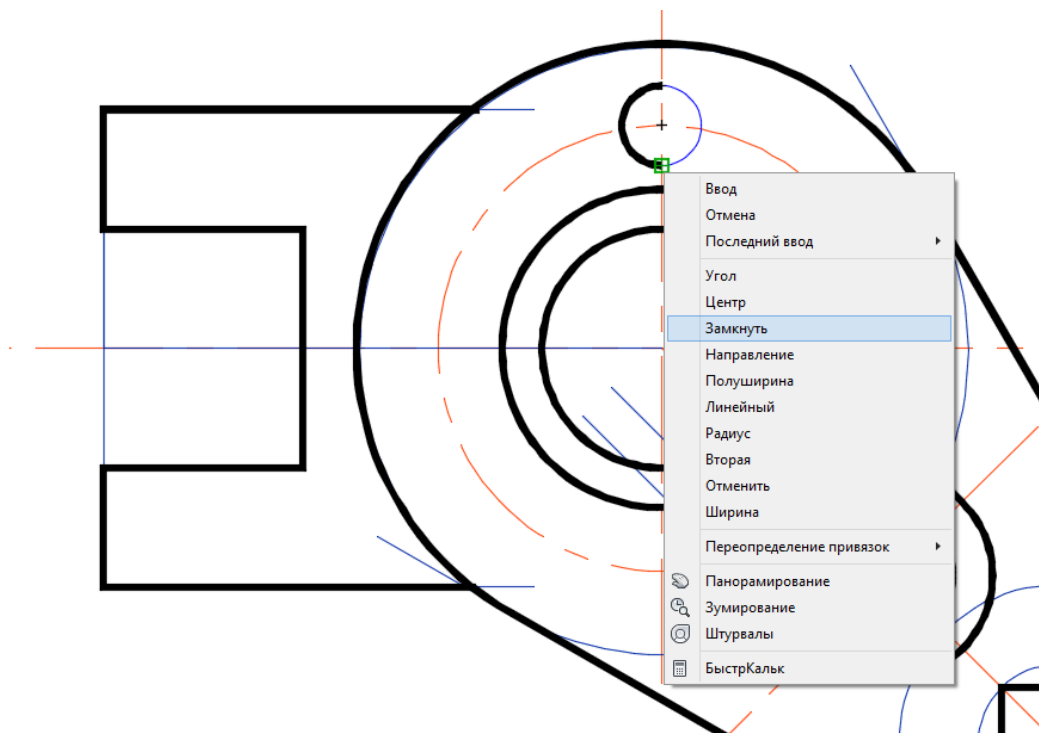

Рис. 2.21. Обводка элементов детали
18. Обведите окружность **C9** (рис. 2.21).
*Конечная точка дуги или [Угол/Длина]:* манипулируя мышью, обведите половину соответствующей окружности (рис. 2.21).